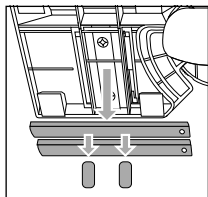

Fig. 1
- ◆ Détachez les clips de retenue **8** situés sous le produit et retirez les barres de guidage **7** (voir fig. 1). Jetez les clips de retenue **8**.